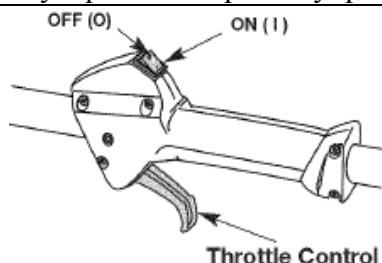

Рис. 6
**ПРИМЕЧАНИЕ:** нет необходимости включать устройство; переключатель управления запуском/отключением двигателя все время находится в положении ON (I) (Рис. 6).
2. Переместите и удерживайте переключатель управления запуском/остановкой двигателя в положении OFF (O), пока устройство полностью не остановится (Рис. 6).